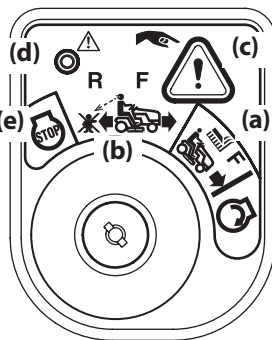

Figure 19
- Pressez le bouton du mode de tonte en marche arrière (c) qui se trouve sur le coin supérieur droit du tableau de bord pendant trois secondes. Le témoin lumineux rouge (d) dans le coin supérieur gauche s'allume lorsque le bouton de marche arrière est activé. Voir Figure 19.